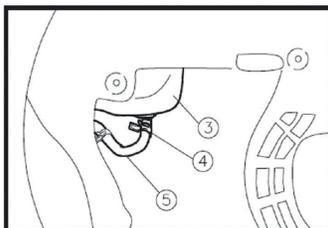

Рис. 28
3. Разожмите и сдвиньте вниз с патрубка топливного бака хомут 4 (Рис. 28).